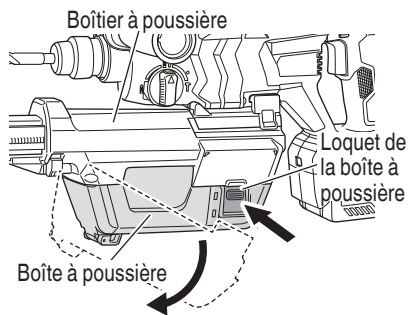

Fig. 19
- (1) Retirez la boîte à poussière (Fig. 19)